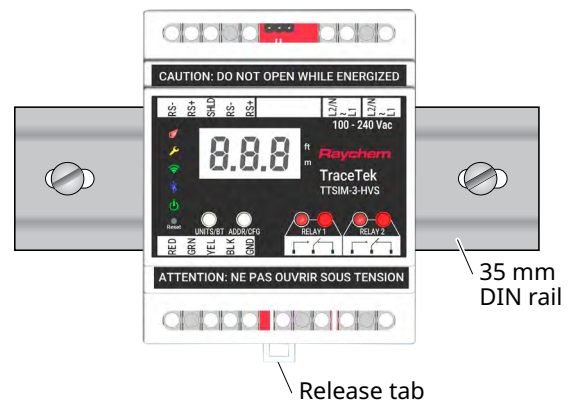

Figure 1. Montage sur rail DIN en armoire
- Retirez le module TTSIM-3/4 de son emballage et montez-le sur le rail DIN, la languette de déverrouillage orientée vers le bas. Voir Figure 1.